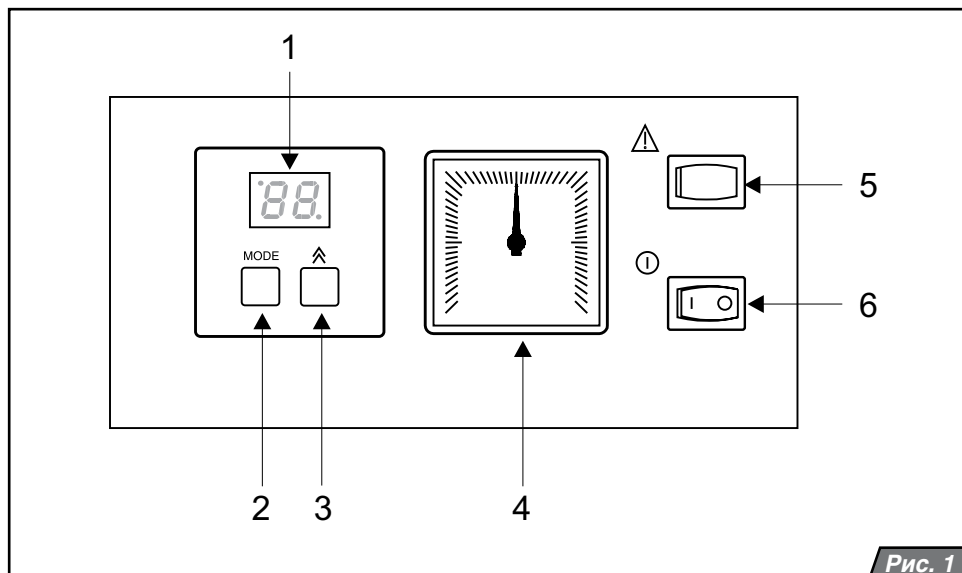

Рис. 1
Главный выключатель (рис.1, поз.6) предназначен для включения и выключения котла. Он располагается в правой части панели управления.
Описание элементов управления (рис. 1):
Давление в системе отопления постоянно отображается на манометре котла (рис.1, поз.4).
В случае если к котлу не был подключен датчик температуры воды в бойлере, нажмите кнопку MODE 1 раз (рис.1, поз.2). Если датчик
| F1 | Потеря пламени                              | Данная ошибка означает необратимое блокирование автоматики розжига и прекращение подачи газа через газовый клапан, т.е. ПОТЕРЮ ПЛАМЕНИ. Подобная блокировка может возникать в тех случаях, когда, находясь в режиме открытого газового клапана, автоматика зажигания не получает обратный сигнал о наличии пламени от ионизационного электрода. Котел отключится, и на дисплее высветится ошибка F1. Данная неисправность может быть вызвана также срабатыванием элементов безопасности – аварийного термостата или термостата продуктов сгорания. Низкое давление газа на входе, неправильное электрическое подключение (перепутаны местами фаза и ноль) также могут быть причиной потери пламени. Для снятия сбоя нажмите кнопку RESET (рис.1, поз.5). Если сбоя не удастся устранить с помощью кнопки RESET, обратитесь в сервисную организацию. |
4. давление в системе отопления находится в допустимых пределах 1 – 2 бара. Установите главный выключатель (рис. 1, поз. 6) в положение ВКЛЮЧЕНО (I). Котел включится и начнет работать в режиме ГВС (если бойлер подключен к котлу). После нагрева ГВС котел переключится на режим отопления (при условии, что режим отопления активен). В случае защитного отключения котла на дисплее панели управления появится сообщение о
неисправности (см. „Сообщения об ошибках“, стр.8). С помощью кнопки RESET (рис. 1, поз. 5) разблокируйте котел. Если, после включения, защитное отключение повторится, или невозможно будет произвести разблокировку котла, обратитесь в сервисную организацию.
При кратковременном отключении котла установите главный выключатель (рис. 1, поз. 6) в положение ВЫКЛЮЧЕНО (O). При выключении котла на длительный период необходимо отключить его от электрической сети и перекрыть подачу газа в котел. Если в зимний период котел не используется, то систему отопления необходимо опорожнить. Однако необходимо избегать частых сливов и подпиток системы отопления во избежание образования накипи и отложений внутри котла.